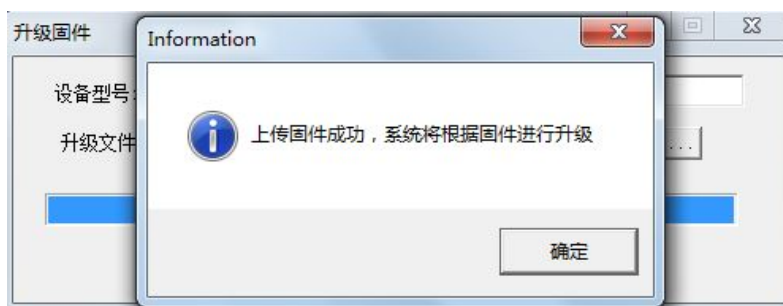

图 6.17 固件升级完成
4. 大约 1 分钟后，固件即可升级完成，如图 6.17 所示。然后等待大约 30 秒系统进行初始化和启动。